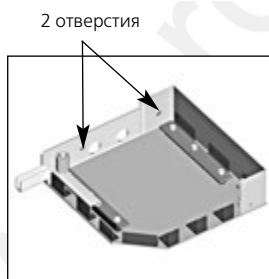

Рис. 2.11
- при накладном монтаже - по два отверстия в задних отбортовках крышек (рис.2.11);